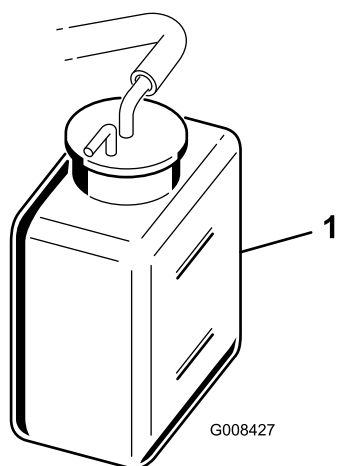

Рисунок 45
2. Проверьте уровень охлаждающей жидкости (Рисунок 44 и Рисунок 45).